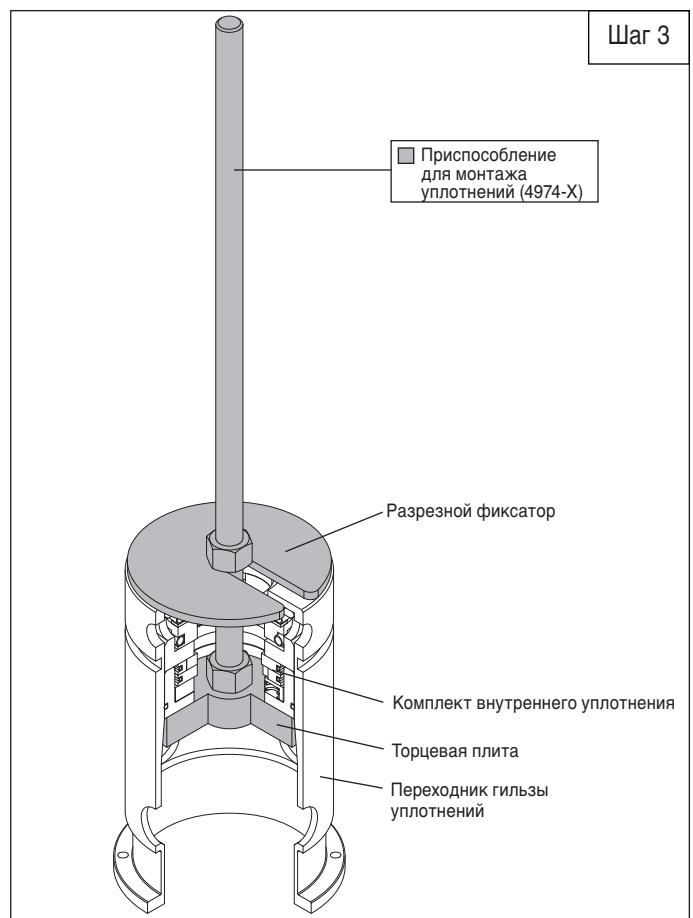

Рис. 4.6E. Установка уплотнений
- d. Затягивать гайку на штоке инструмента до тех пор, когда комплект внутреннего уплотнения не будет полностью входить в переходник гильзы уплотнений. См. Рис. 4.6E.